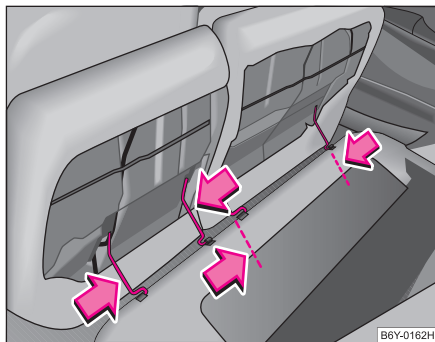

Fig. 54 Demontarea banchetei din spate
- apăsați mânerul de sârmă în sensul săgeții → fig. 54 și scoateți bancheta din suport.